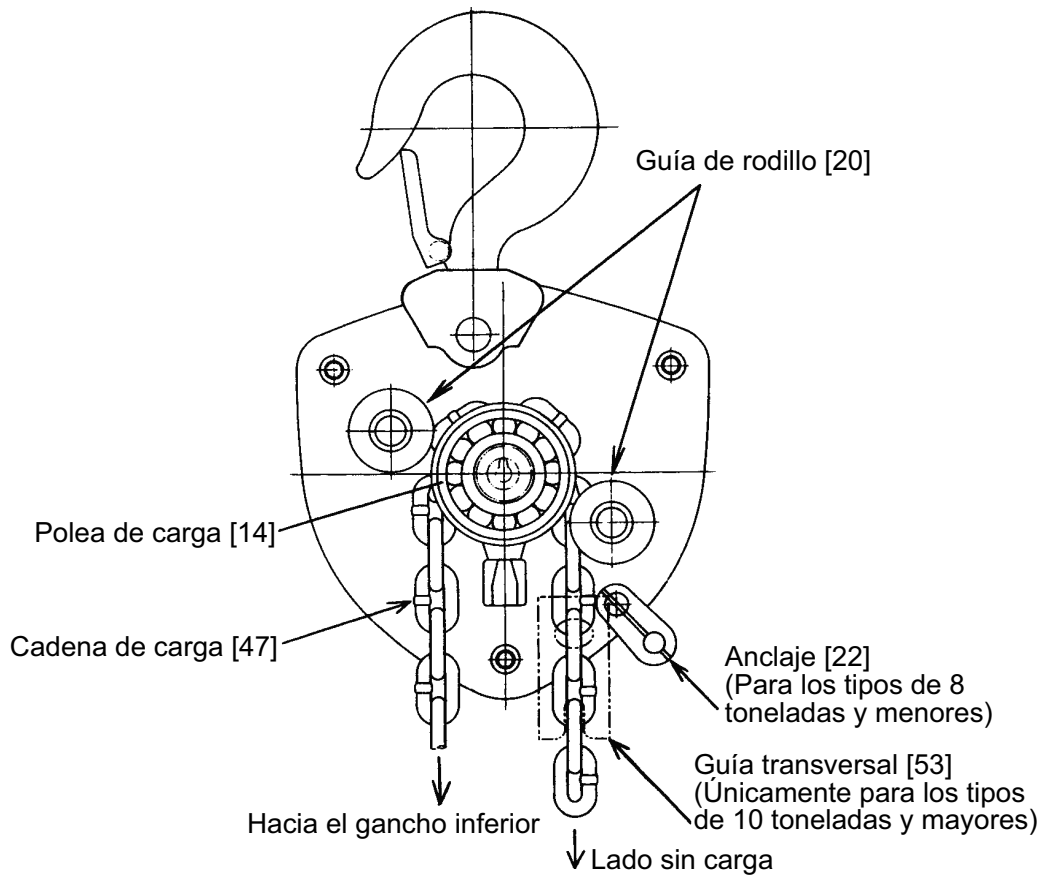

Figura 6-7 Conjunto de paso
- 13)** Pase por la cadena de carga [47] girando el piñón en el sentido de las manecillas del reloj a través del espacio entre la guía del rodillo del lado izquierdo (lado del gancho inferior) [20] y la polea de carga [4]. Consulte la Figura 6-7.